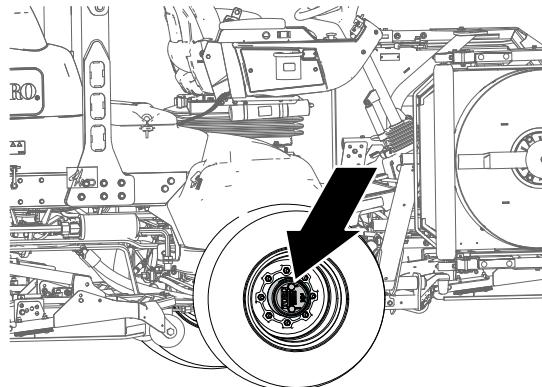

**Figure 101**
1. Ouvrez le verrou du couvercle du bac de rangement droit et soulevez le couvercle (Figure 100) pour exposer le porte-fusibles (Figure 101).
2. Remplacez le(s) fusible(s) dans les emplacements libres selon les besoins (Figure 101).